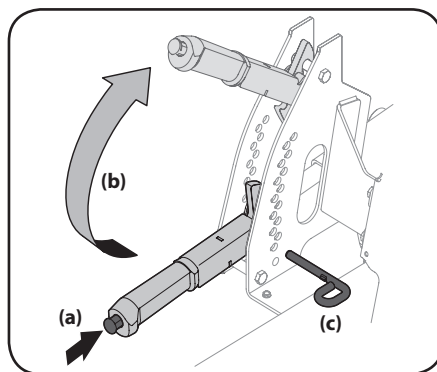

Figure 3-2
1. Pressez le bouton du levier de relevage du plateau de coupe (a), placez le levier à la plus haute position (position de transport), accrochez le crochet sur l'index de la hauteur du plateau de coupe (b), puis retirez la goupille (c). Voir Figure 3-2.